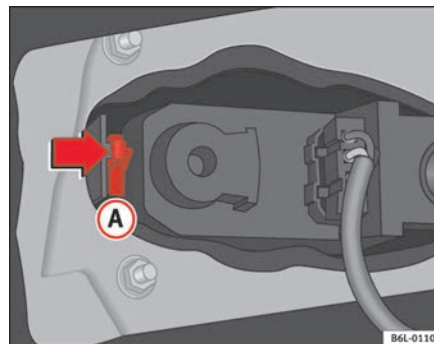

Abb. 155 Rücklichter an der Karosserie
- Auf die Laschen **(A)** ⇒ Abb. 155 drücken, um die Lampenfassung zu lösen, und die Fassung entnehmen.